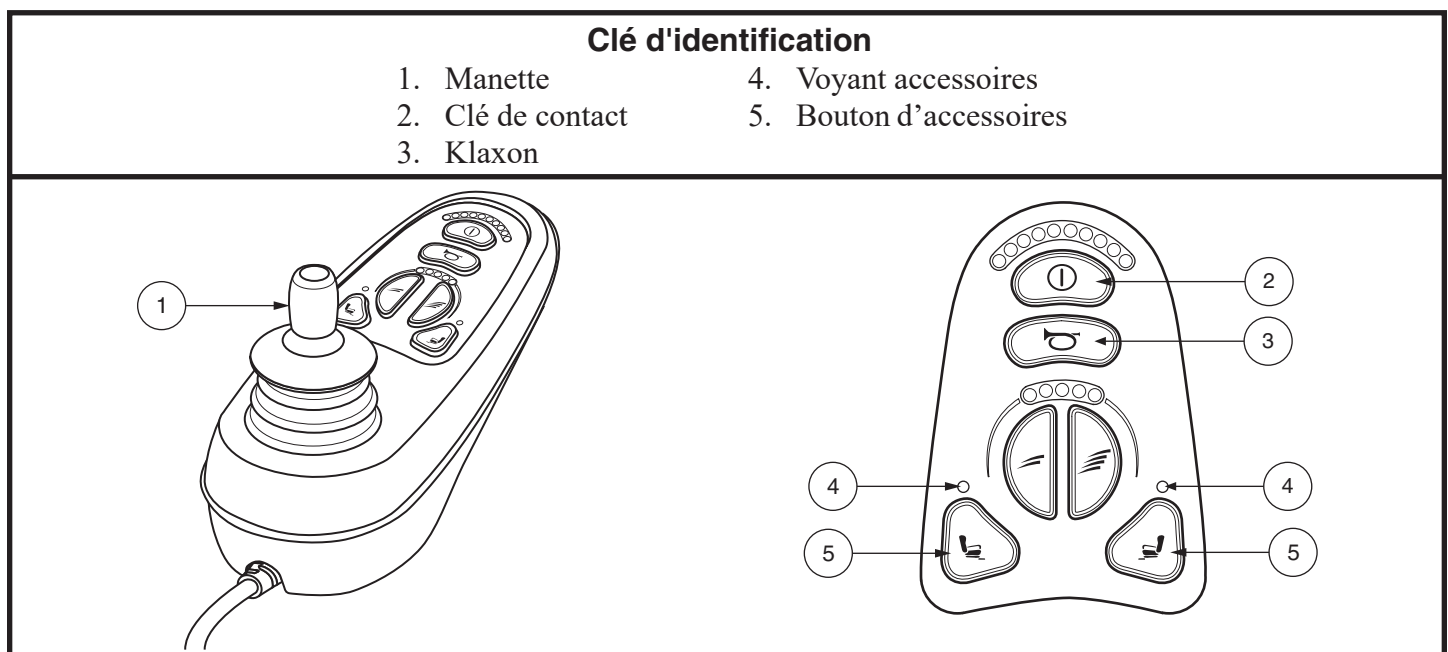

Figure 11. Clavier du contrôleur VR2 (6-boutons)
1. Pesez sur le bouton 'on/off' sur le contrôleur pour allumer le fauteuil. **Voir la figure 11.**
2. Pesez sur le bouton de l'actionneur désiré pour le sélectionner. **Voir la figure 11.**
5. Pesez sur le bouton 'on/off' pour retourner en mode de fonctionnement normal. **Voir la figure 11.**